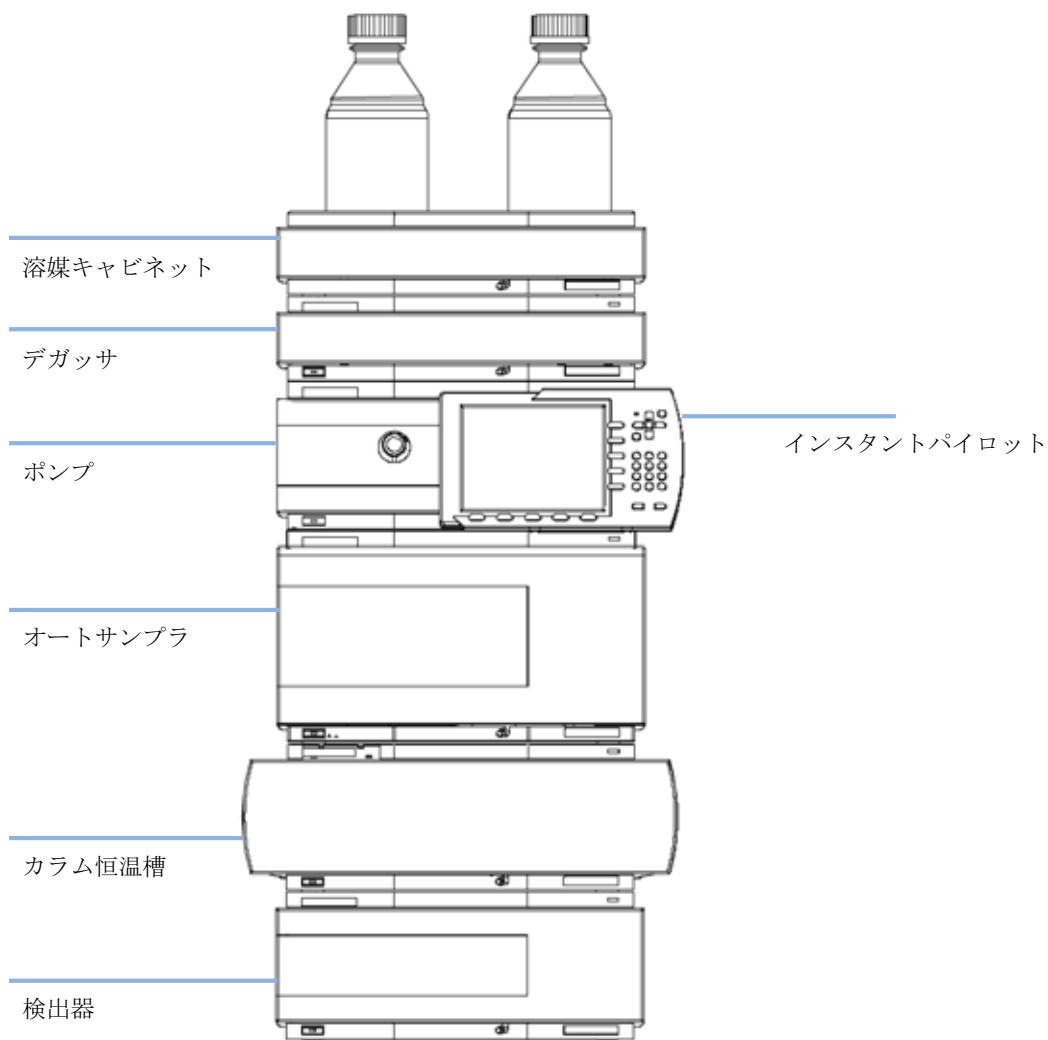

図 5 推奨システム構成 ( 前面図 )
- 1 33 ページ 図 5 に示したスタックコンフィグレーションで個々のモジュールを設置します。
- 1 33 ページ 図 5 に示したとおり、モジュールのスタックにデガッサを設置します。